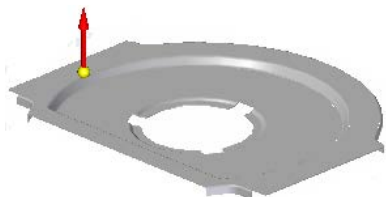
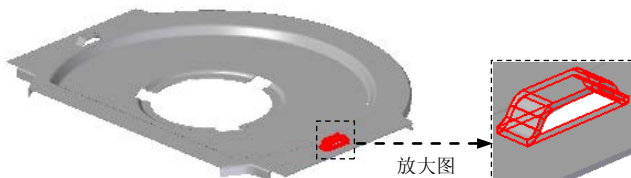

图 8.5.25 定义冲压方向
图 8.5.26 镜像特征 1
(3) 定义筋属性。在“加强筋”命令条中单击“侧步骤”按钮，定义冲压方向如图 8.5.25 所示，单击鼠标左键；单击按钮，在“横截面”区域选中U 型单选项，在“高度(H):”文本框中输入值 2，在“宽度(W):”文本框中输入值 6，在“角度(A):”文本框中输入值 30；在“倒圆”区域选中包括倒圆(I)复选框，在“凸模半径(R):”文本框中输入值 1.0，在“凹模半径(r):”文本框中输入值 1.0；在“端点条件”区域选中开口的(I)单选项；单击确定按钮。
(4) 单击按钮，完成特征的创建。
Step10. 创建图 8.5.26 所示的镜像特征 1。